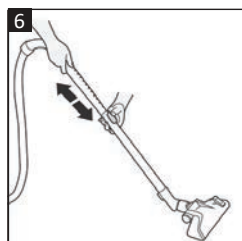

Fig. 6
- Deslice el botón de liberación del tubo telescópico (21) en la dirección de la flecha marcada en el botón y manténgalo presionado mientras ajusta el tubo telescópico a la longitud deseada (**Fig. 6**).